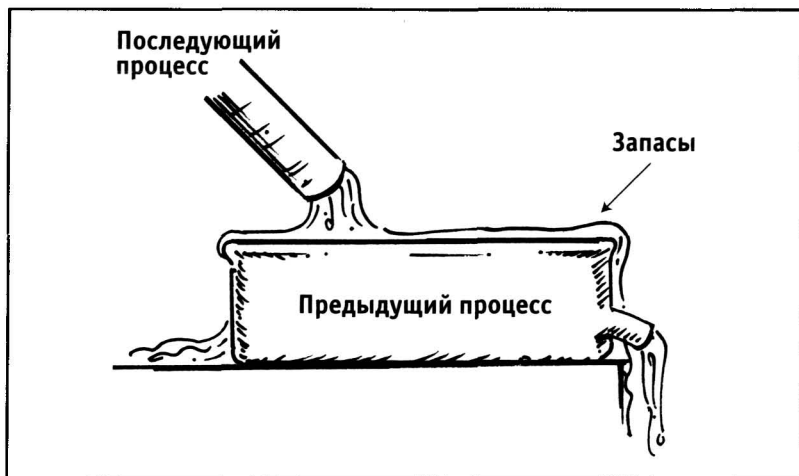

Рис. 2-4. Несбалансированность запасов на производственной линии.
- слишком быстрый темп производства на предыдущем процессе по сравнению с последующим процессом (рис. 2-4).